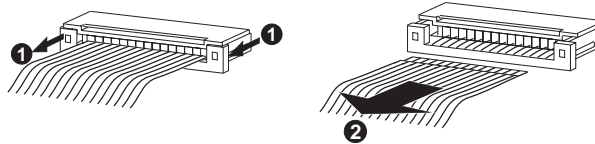

Fig. 3
- Flexprinthalter öffnen (Fig. 3).
- Open the flexprint holder (Fig. 3).